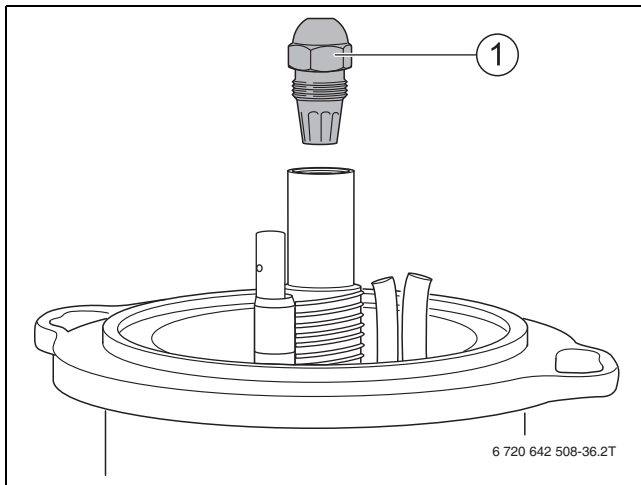

Bild 36 Düse abschrauben
- ▶ Düse abschrauben (→ Bild 36, Seite 23).